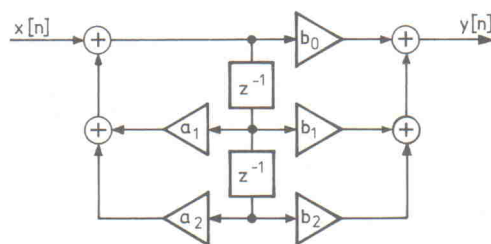

Bild 11. Biquad-Filter (IIR-Filter 2. Ordnung).
Bild 6. Hall-Algorithmus für einen großen Raum von Gardner. Jede 'Brücke' stellt dabei einen Allpaß entsprechend Bild 11 dar; die Zahlen geben die zugehörigen Verzögerungszeiten in Millisekunden, die Werte in Klammern die Parameter g für die Allpässe an.
Bild 11 zeigt ein derartiges Filter, das auch oft als *Biquad-Filter* bezeichnet wird, was auf die zwei quadratischen Terme in Zähler und Nenner der Systemfunktion zurückzuführen ist. Form II hat den Vorteil, daß nur halb so viele Verzögerungselemente benötigt werden, wie bei Form I. Die Beschreibung des Ein-/Ausgangsverhaltens im Zeitbereich eines IIR-Filters 2. Ordnung reduziert sich von Formel (2) auf die Differenzgleichung